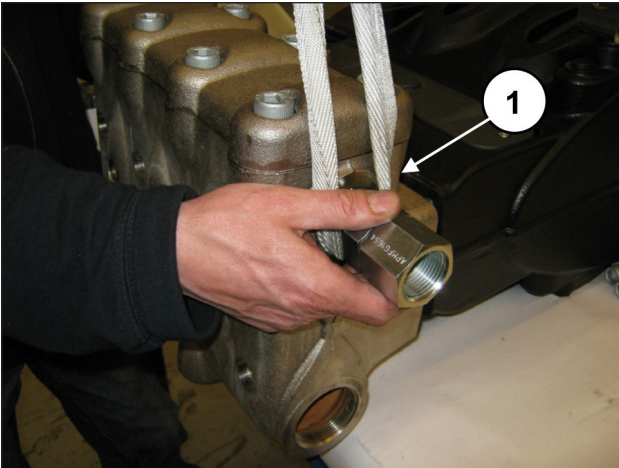
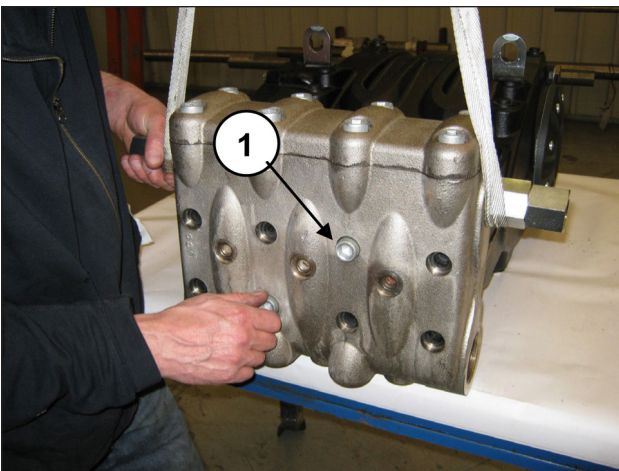

Abb. 129
Abb. 130
Bauen Sie den Kopf auf das Pumpengehäuse an (Pos. ①, Abb. 129) und achten Sie dabei, nicht gegen die Kolben zu stoßen. Ziehen Sie dann die 8 Schrauben M16x180 fest (Pos. ①, Abb. 130).